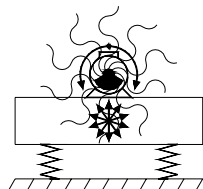

Fig.1
- dalla rotazione di una massa eccentrica (VIBRAZIONE ROTAZIONALE) (Fig.1)
- the rotation of an eccentric mass (ROTATIONAL VIBRATION) (Fig. 1)